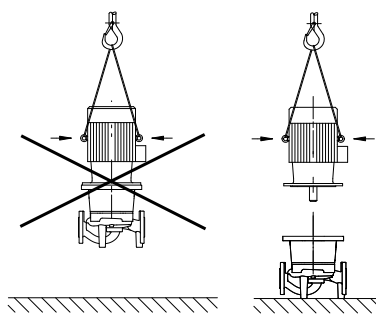

Fig. 20 : Transport du moteur
- **N'utiliser les œillets de levage que pour le transport du moteur et non de la pompe complète (fig. 20).**